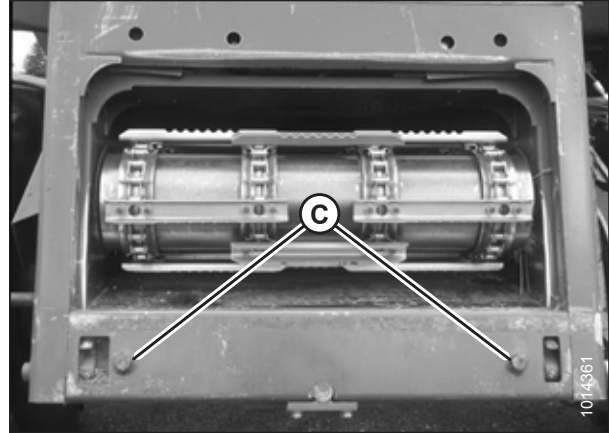

Figura 4.61: Clavijas de alineación del grupo AGCO
3. Arranque el motor y lentamente acerque la plataforma hasta que el embocador esté directamente debajo del bastidor superior del módulo de flotación (A) y las clavijas de alineación (C) (consulte la Figura 4.61, página 358) en el embocador estén alineadas con los orificios (B) en el marco del módulo de flotación.